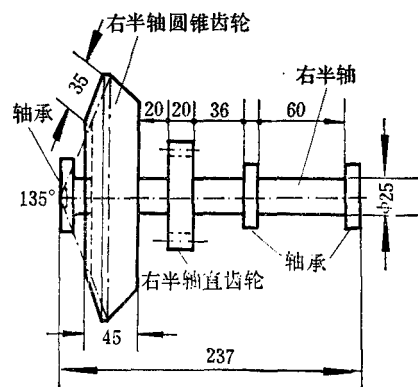

图17 半轴圆锥齿轮及半轴
3. 半轴圆锥齿轮、半轴直齿轮及半轴 按图17所示尺寸用木料做成,共需两套。其中圆锥齿轮用直径180毫米的圆木板做成,有22个锥形直齿;直齿轮用直径80毫米的圆木板做成,有12个直齿。将两个齿轮及三个205轴承紧装在直径25毫米、长237毫米的半轴上。